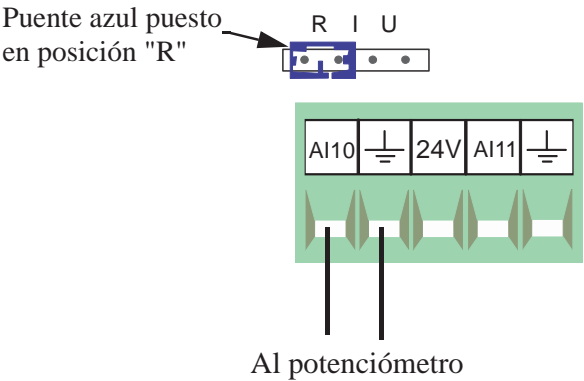

Figura 26. Cableado de potenciómetro
Si se está usando ventilación natural, los potenciómetros que se montan a las máquinas de la cortina principal (potenciómetro interno) o a los cables de la cortina principal (potenciómetro externo) deben conectarse a la tarjeta de E/S del control Chore-Tronics® 3. Los potenciómetros se deben conectar con el mismo cable de par trenzado que se utiliza para los sensores de temperatura y siguiendo las mismas reglas de cable. Cada potenciómetro debe conectarse a uno de los bornes de la entrada analógica (DI) en la tarjeta de E/S. Asegurarse de que cualquiera sea la entrada AI a la que está conectado el potenciómetro, ese puente azul arriba de la entrada está puesto en "R" (**Ver Figura 26**). Para conectar el cable del sensor al potenciómetro mismo, consultar el manual de instrucciones de Chore-Time Mv1251 para información sobre el cableado del potenciómetro interno o el Mv1566 para el cableado del potenciómetro externo.